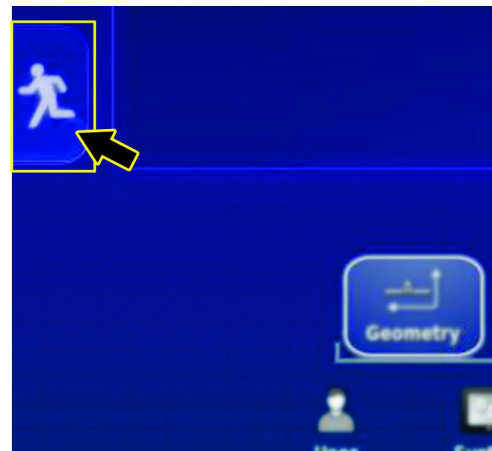

Figura 196
3. Pulse el icono SALIR DE CONFIGURACIÓN (Figura 196).